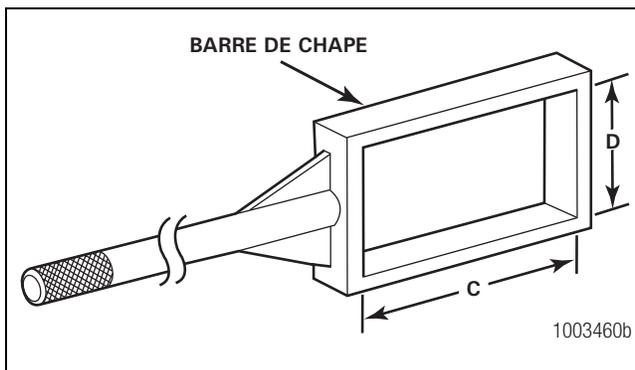

Figure 10.3
2. Calculer les dimensions C et D de la barre de chape en ajoutant entre 1/8 et 1/4 po aux dimensions A et B de la chape. Figure 10.3.
3. Pour fabriquer la section rectangulaire, découper et souder des barres d'acier doux de 1 po x 2 po selon les dimensions C et D. Figure 10.3.
4. Couper une barre ronde en acier doux de 1 1/4 po de diamètre x 4 pi de longueur pour réaliser le manche. Souder la barre ronde au milieu de la section rectangulaire. Figure 10.3.
- **Pour rendre l'outil plus rigide** : confectionner et souder deux renforts au pied du manche. Figure 10.3.